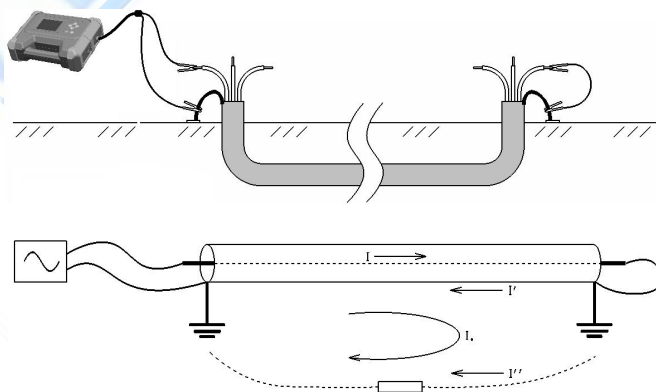
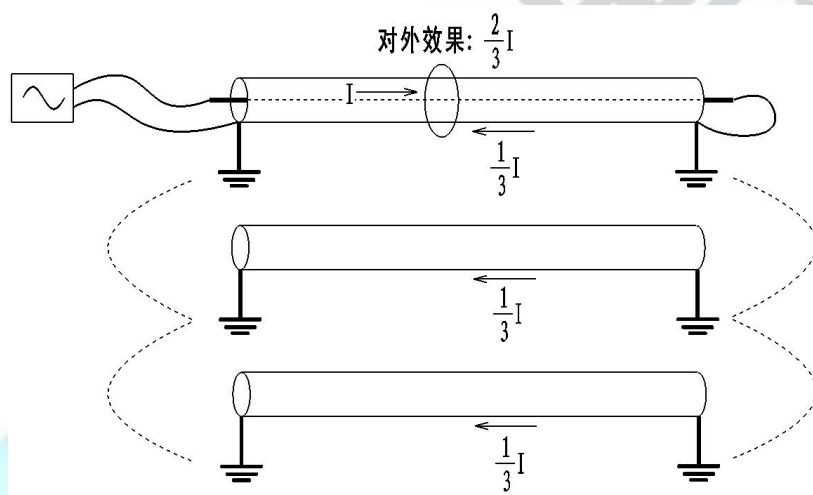

图 3-1-3 相线—护层接法
图 3-1-4 并行电缆的分流效果
- 示例①：三条电缆同路径（包括目标电缆），测量结果为：目标电缆电流为 I ，相位在 0° 附近，提示识别正确；两条邻线电流分别为 $I/2$ ，相位在 180° 附近，提示识别错误（可参见图 3-1-4 并行电缆的分流效果）。
- 示例②：两条电缆同路径（包括目标电缆），测量结果为：目标电缆电流为 I ，相位在 0° 附近，提示识别正确；另一条邻线电流也为 I ，相位在 180° 附近，提示识别错误。这种情况因为电流强度基本相同，只能靠相位区分，更需要特别注意卡钳方向。
- 示例③：其他并行电缆与目标电缆的路径不同（一般为末端在不同位置），测量结果为：目标电缆电流为 I ，但数值远较发射机注入值小，相位在 0° 附近，提示识别正确；邻线电流接近 0，相位接近 180° 或不稳定，提示识别错误（可参见图 3-1-3 相线—护层接法）。